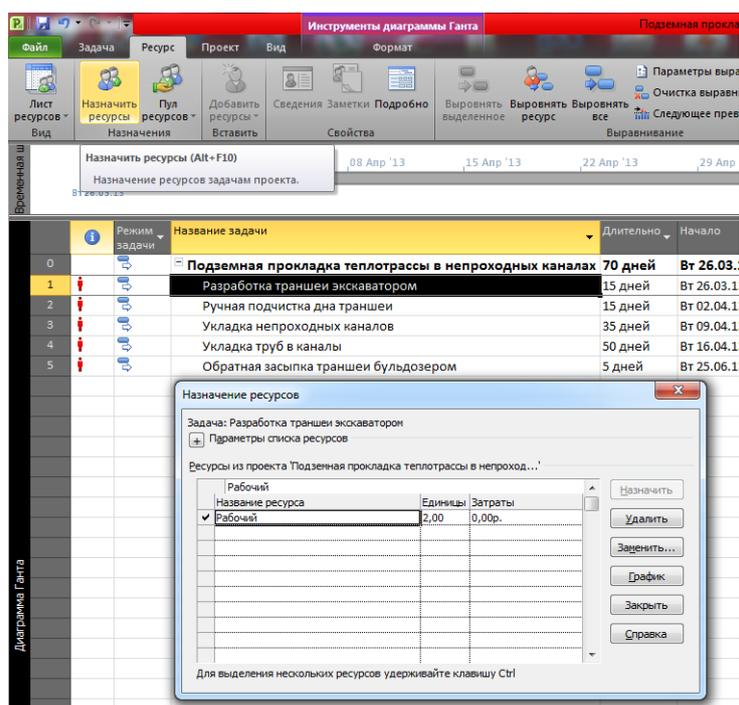

Рис. 33 Открытие окна «Назначение ресурса» с помощью вкладки «Ресурс»
15) В появившейся диаграмме Ганта щелкаем левой кнопкой мыши на любую задачу проекта, затем переходим во вкладку «Ресурс», в раздел «Назначения» и щелкаем на пиктограмму «Назначить ресурсы». Появляется окно «Назначение ресурсов» (рис. 33);